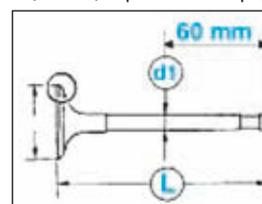

FIG.40
- Mesurer à l'aide d'un micromètre le diamètre d1 de la queue de soupape (Fig.40).
- Mesurer à l'aide d'un pied à coulisse la longueur L de la soupape (Fig.40). La valeur doit être comprise entre :